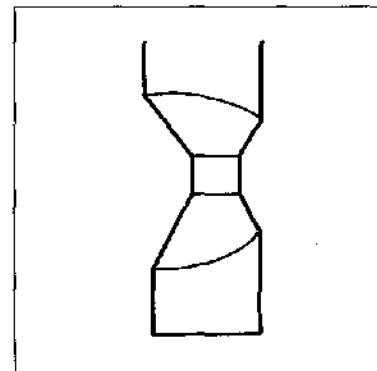

Figura.9-32
- ③ Varilla de empuje excéntrica (figura.9-32)